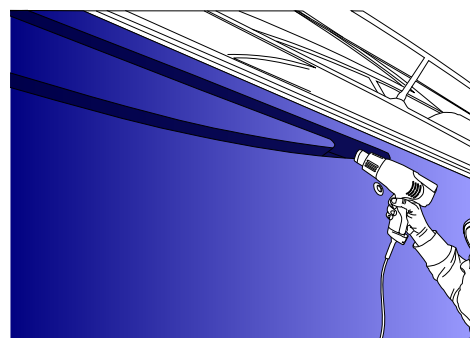

Figure 07
- Le travail étant terminé, réchauffer toutes les parties qui ont subi une forte déformation entre 80°C et 90°C pour thermoformer le produit définitivement. (FIG. 07)